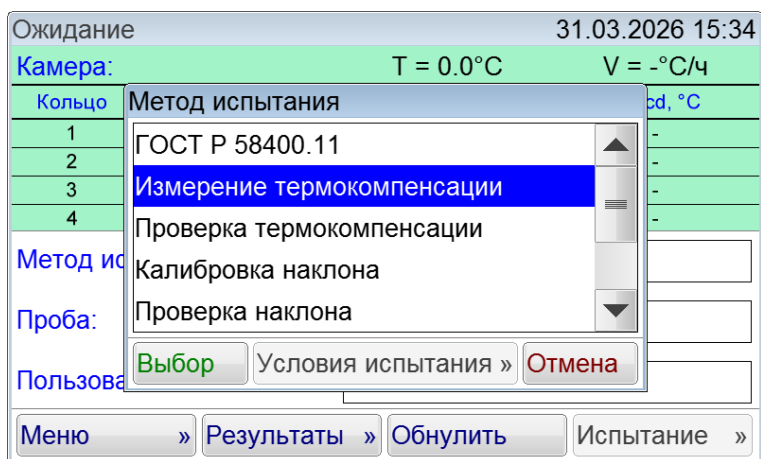

Рисунок 40 – Окно «Метод испытания»
- 4) Выбрать метод испытания «Измерение термокомпенсации» и нажать кнопку [Выбор] (см. рисунок 40).